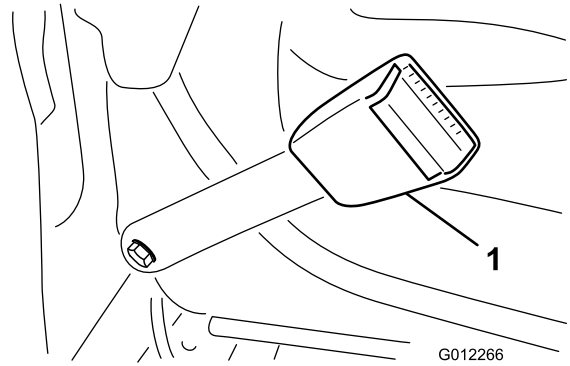

Figure 6
- Fixez l'extrémité de chaque moitié de la ceinture de sécurité dans les trous au dos du siège au moyen de 2 boulons (7/16 x 1 po), rondelles plates (7/16 po) et rondelles-freins (7/16 po) (Figure 6).